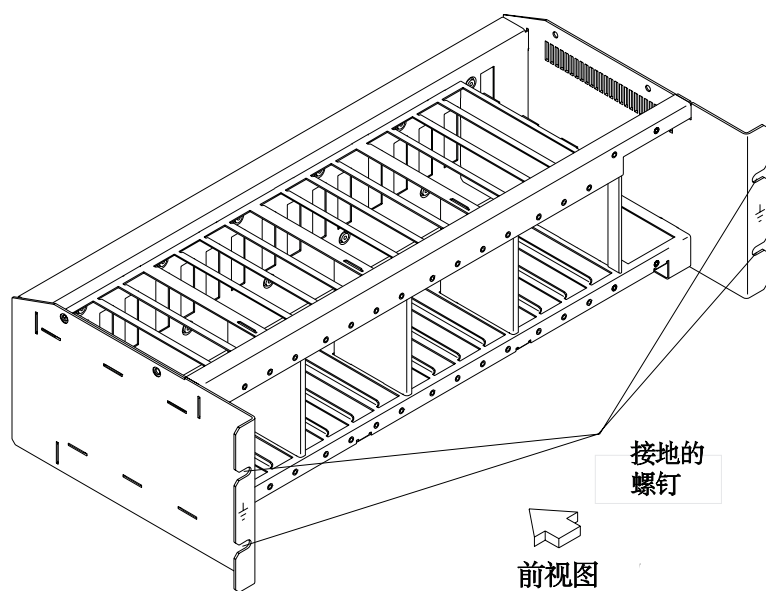

图1-6. LCB 经螺钉接地
- 假如 LCBs 存在，则可以保证在接地机架和 Line Connection Box (LCB) 之间的电力能继续。此操作一定要在任何网络连接之前进行。（参看在第 5 页的图 1-6）
- 1) 假如机架的框架已连接至 PGS，则可以用四口螺钉（用来把 LCB 牢固在机架上）来确保接地。（参看在第 5 页的图 1-6）